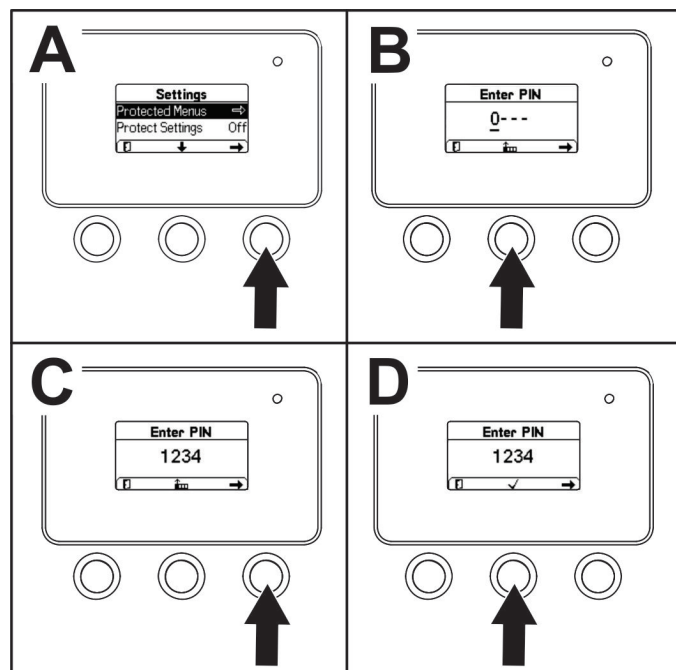

Рисунок 25
2. В меню SETTINGS (НАСТРОЙКИ) с помощью средней кнопки прокрутите меню вниз к пункту PROTECTED MENU (ЗАЩИЩЕННОЕ МЕНЮ), и нажмите правую кнопку (Рисунок 25А).
3. Чтобы ввести ПИН-код, нажмите среднюю кнопку и удерживайте ее в нажатом положении до появления первой цифры, затем нажмите правую кнопку, чтобы перейти на следующую цифру (Рисунок 25В и Рисунок 25С). Повторяйте этот пункт до тех пор, пока